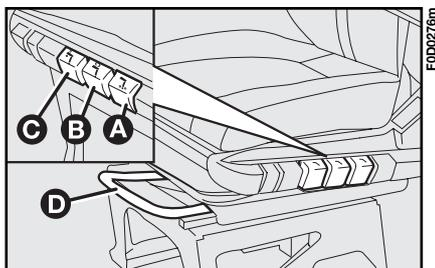

fig. 56
Presione el pulsador **A**-fig. 56.
– gire el asiento presionando el pulsador **B**-fig. 56.
Presione el pulsador **C**-fig. 56 para alzar y bajar el asiento.
Levante la palanca **D**-fig. 56 y empuje el asiento hacia adelante o hacia atrás.